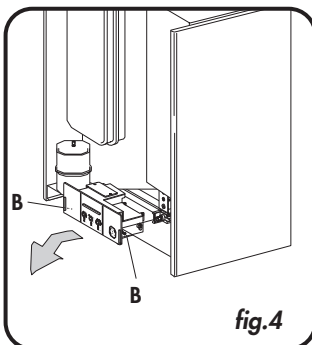

fig.4
- Para acceder a los componentes eléctricos y electrónicos aflojen los tornillos **B** y tiren hacia adelante todo el panel (fig.4). Inclínenlo hacia abajo y quiten los tornillos **C** de la tapa **D**.